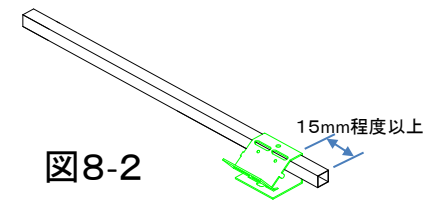

図8-2
- ・角バーの片側に端部が15mm程度以上出る位置(図8-2)でBBクリップSP上部金具をロック状態にして下さい(図8-3)。